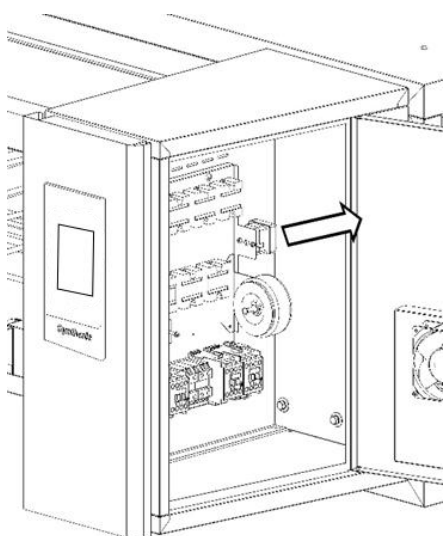
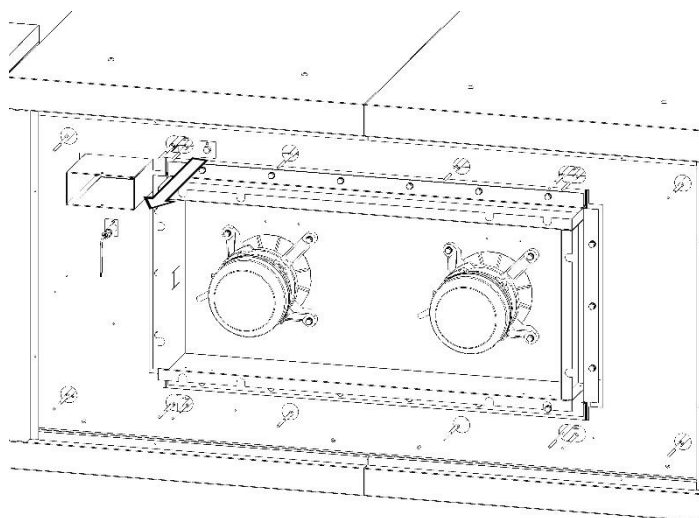

Fig.13A
Fig.13B
3. Débrancher les connexions électriques du thermostat et dévisser les vis de fixation (Fig. 13A).
5. Enlever le joint silicone et enlever le bulbe (Fig.13B), et remplacer le thermostat (Fig.13A).